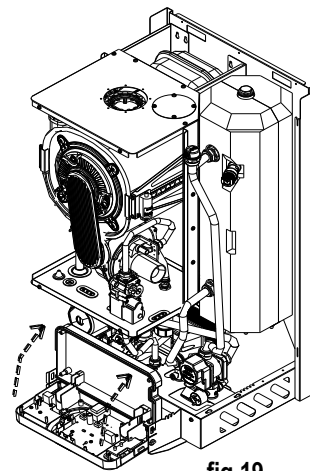

fig.19
- dévisser les quatre vis de fixation (fig. 19) et retirer le capot.